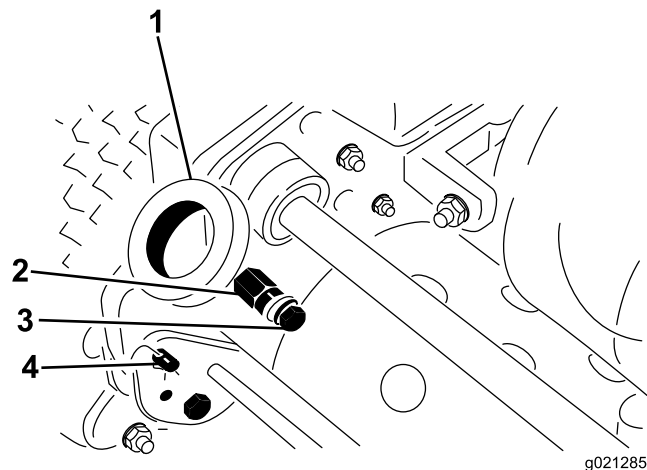

図 2
1. ハンドルアームの下部を機体両側に固定しているボルトとロックナットとワッシャを取り外す(図 2)。
2. ハンドルアームをフレーム後部に固定しているヘアピンコッターとリングピンを取り外す(図 2)。
3. ハンドルの各端をハンドルアームの穴に差し込み、取り付けピンとハンドルの穴を整列させる（図 2）。
1. 機体左右のリングピンからヘアピンコッターを抜き取る（図 2）。
2. ハンドルを支えながら、左右のリングピンを抜き、ハンドルを希望の高さにセットする（図 2）。